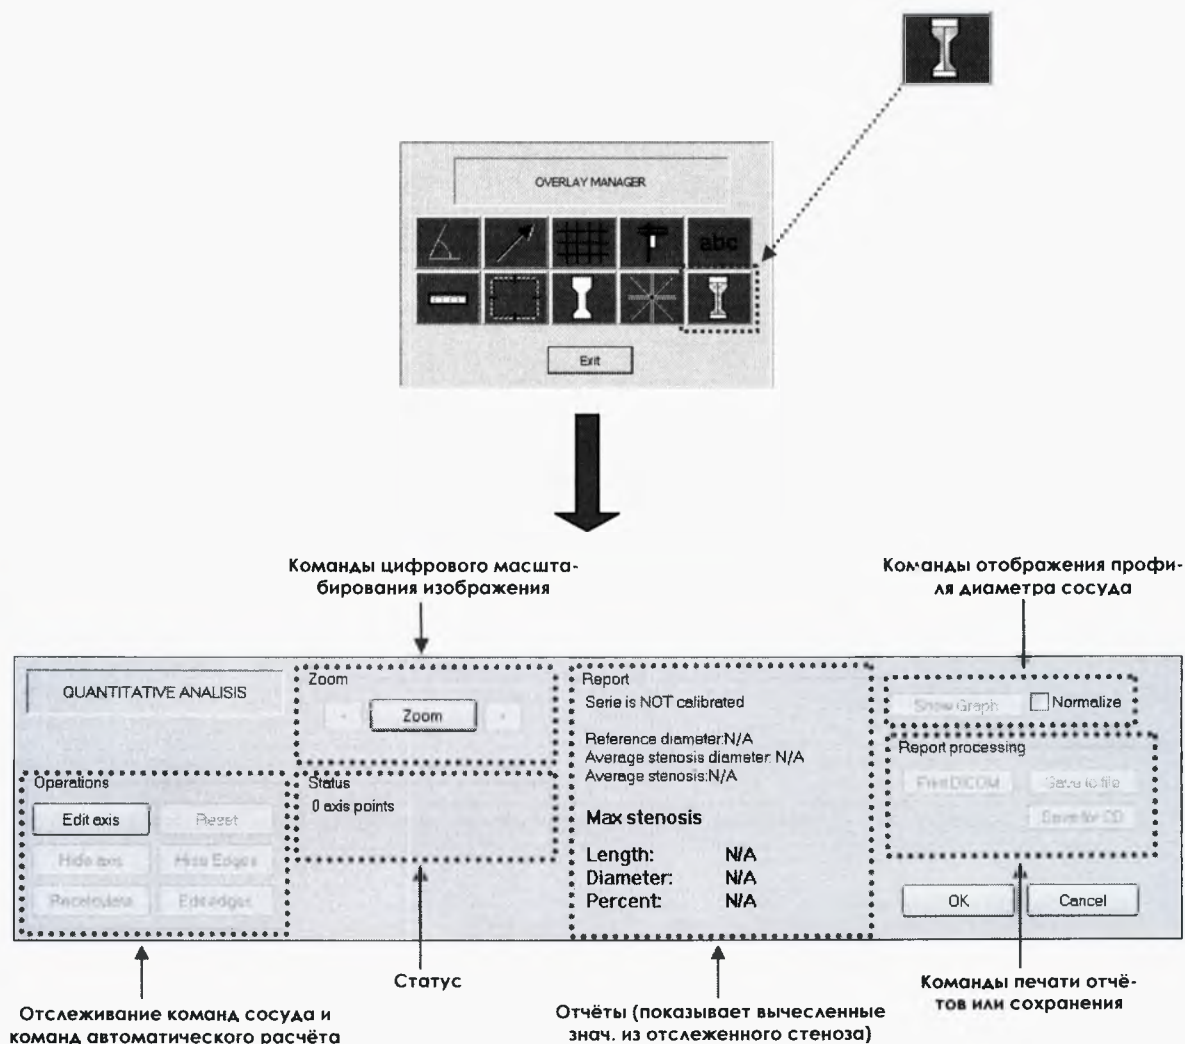

Рисунок 187
12.6.5.1 Меню **QA Стеноз** открывается из группы **Пестобработка** программы **АДМИНИСТРАТОР ОВЕРЛЕЙНОЙ ЗАГРУЗКИ** (см. рисунок 187).